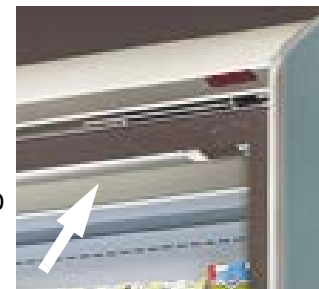

Рис. 28
21.4. Очистка сотовой панели (Рис. 28).